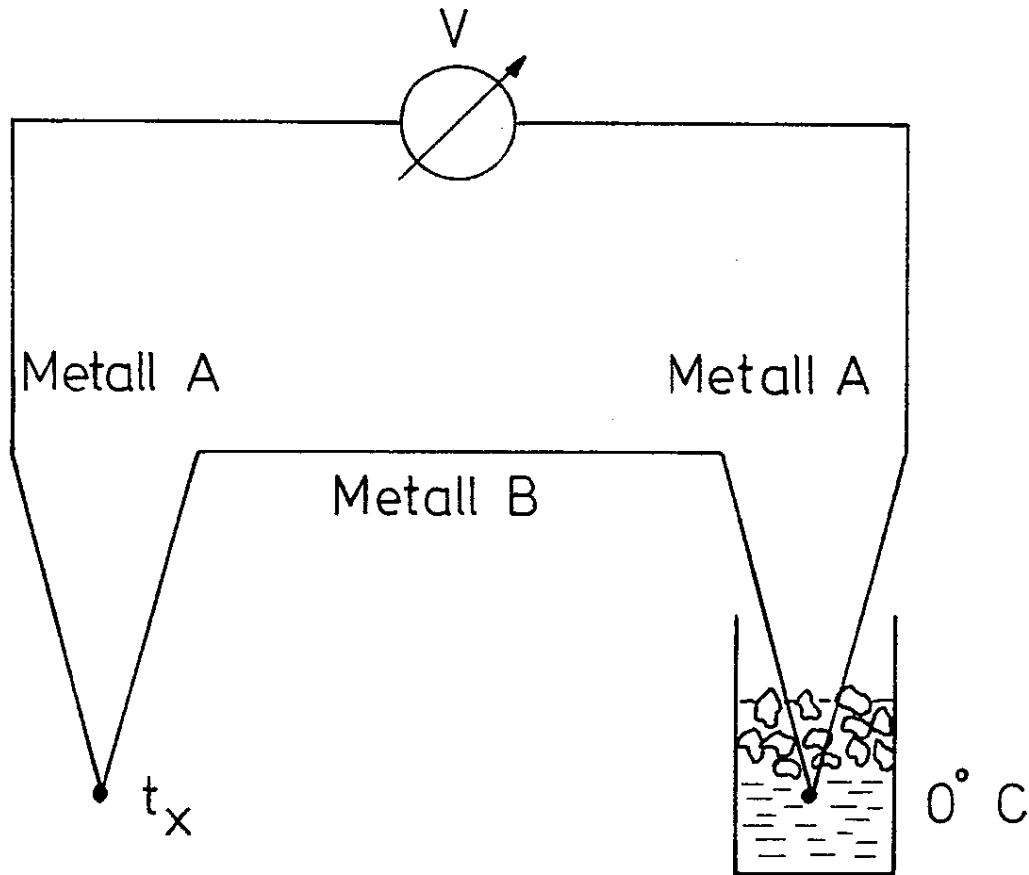

Abb.2: Temperaturmessung mit Thermoelementen
Eine Kombination ABA hat den Vorteil des Temperaturvergleichs zwischen den Kontaktstellen AB und BA. Es ist zweckmäßig, eine der Kontaktstellen, z. B. BA, auf die Referenztemperatur 0°C zu legen (Abb. 2).
- 2) Bauen Sie die Schaltung für die Temperaturmessung mit dem Thermoelement auf und achten Sie auf die richtige Polung (s. Abb. 2)